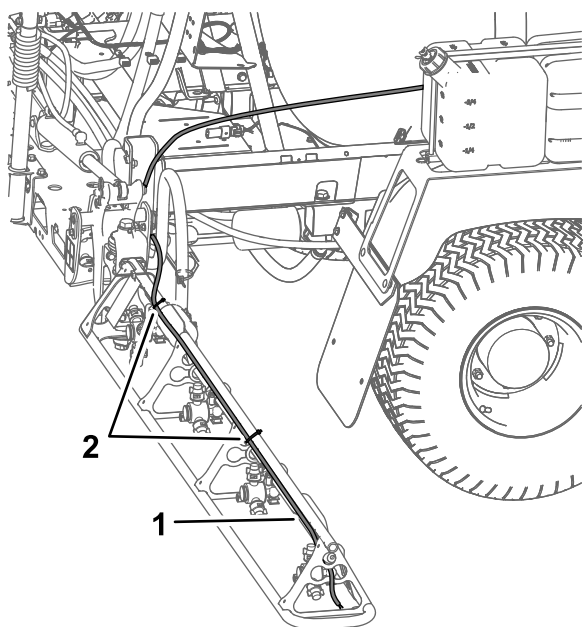

图 13
- A. 在右侧喷洒臂上沿着上撑杆的后侧连接泡沫管图 13。